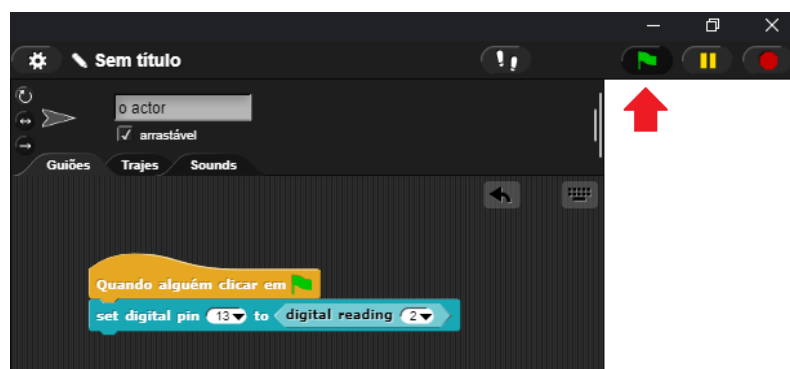

Figura 59 - Sketch associado ao Desafio3.
O objetivo deste desafio é “ler” o valor lógico presente no porto ②. Se esse valor lógico for “0” o LED no porto ⑬ deverá apagar. Caso contrário, se o valor lógico associado ao porto ② for “1”, o LED deverá acender. Para isso, será realizado um **sketch** utilizando o objeto **digital reading** para se conhecer o valor lógico do porto. Tal como aconteceu nos desafios anteriores, este bloco deve ser parametrizado com o número do porto que se pretende “ler” (neste caso ②). O **sketch** completo pode ser observado na Figura 59.